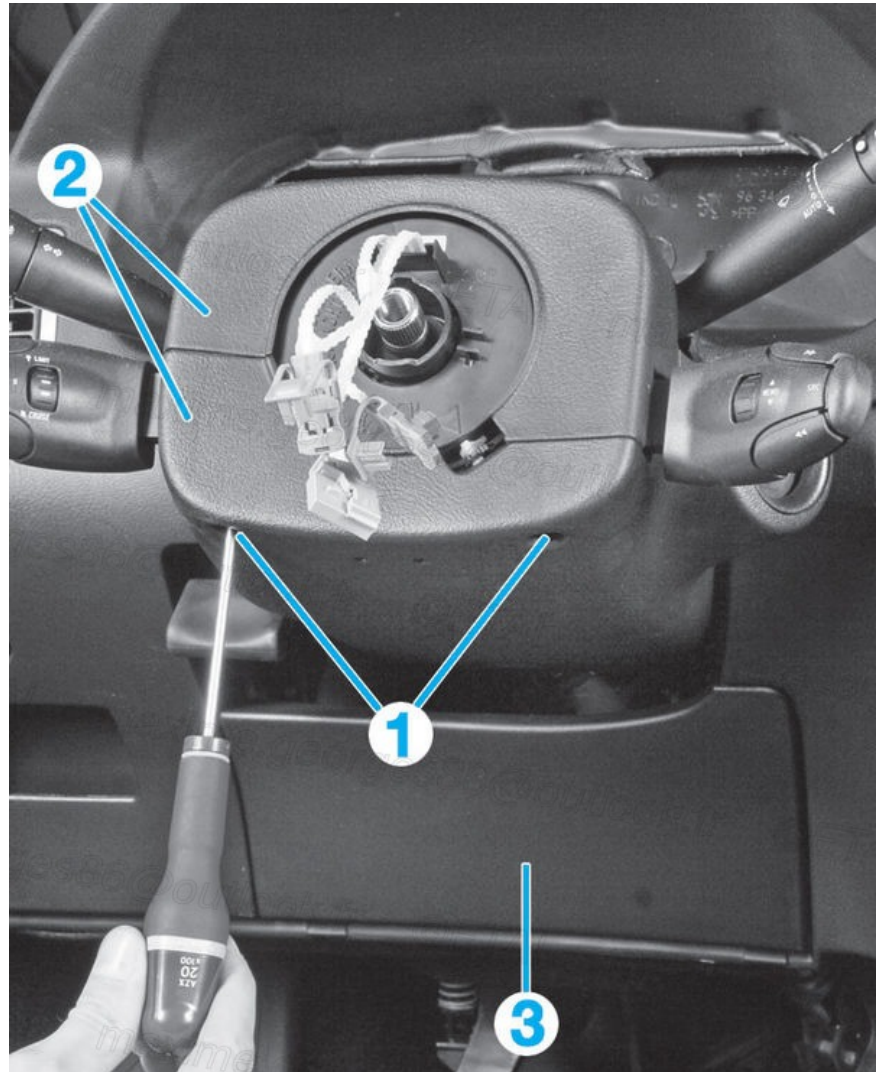

Fig.2
- Déposer (Fig.2) (/media/RTA/RTA\_714/RTA714A-006-002X.jpg) :
- les vis (1)
- les demi-coquilles (2)
- la garniture (3).